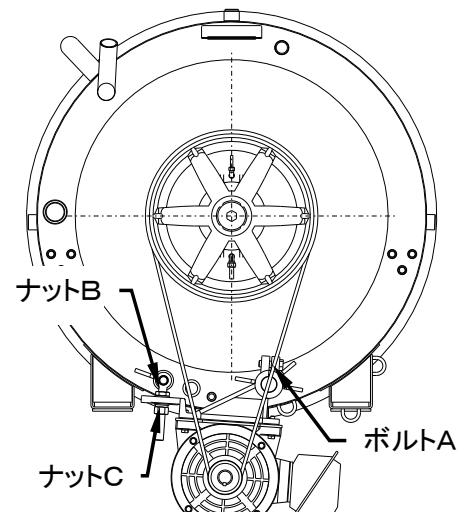

図8-5
- ⑦ オートグリス残量が0以下になった場合は速やかに交換すること。オートグリスに比べ主軸部の修理は非常に高額になります。
8. 3. 2 Vベルト(図8-5)